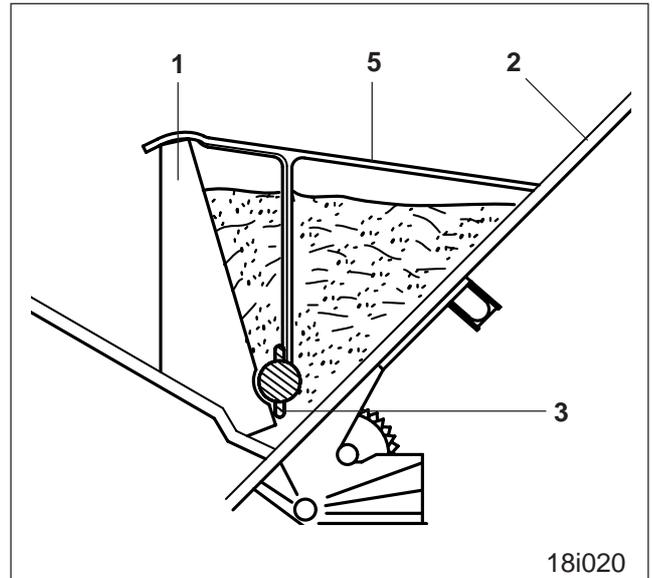
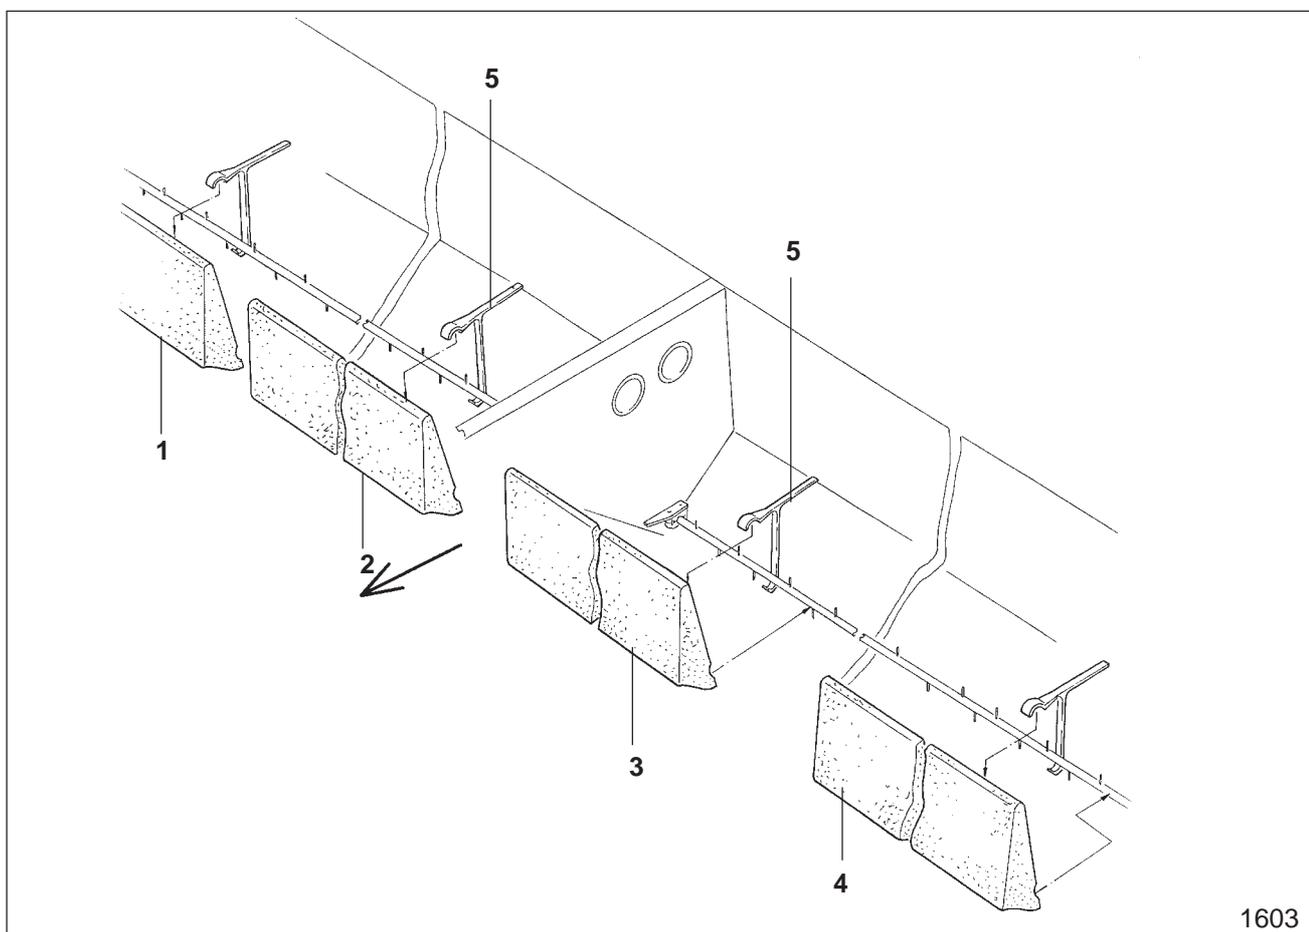

Fig. 22.1
Fig. 22.5
Der Rapseinsatz (Fig. 22.1/1) reduziert das Fassungsvermögen des Saatkastens (Fig. 22.1/2). Saatgut wird bis auf ganz geringe Restmengen ausgesät.
- Rührstifte (Fig. 22.1/3) der Rührwelle senkrecht stellen.
- Befestigen Sie die Rapseinsatzprofile (Fig. 22.1/1) anhand der Tabelle Fig. 22.4 und der Montagezeichnung Fig. 22.5.
- Die Rapseinsatzprofile (Fig. 22.1/1) stützen sich an der Rührwelle (Fig. 22.1/3) ab und sind zusätzlich mit Klemmen (Fig. 22.1/5) zu befestigen.